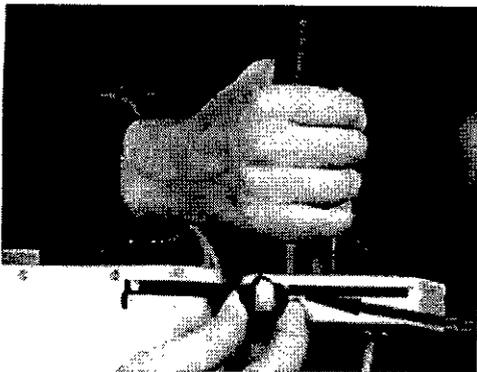

Fig. 3.14: Modificación de la distancia del agarre de mano
- Abra el tornillo de ajuste del agarre de mano (consulte la Fig. 3.14).